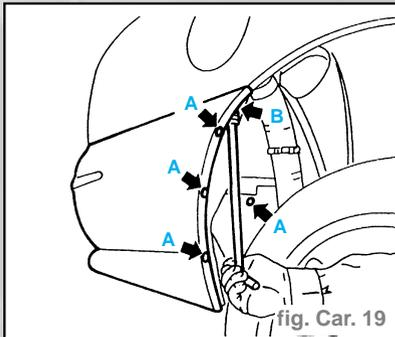

fig. Car. 19
- Dévisser les vis de fixation (A) du pare-chocs à la protection du passage de roue (fig. Car. 19).